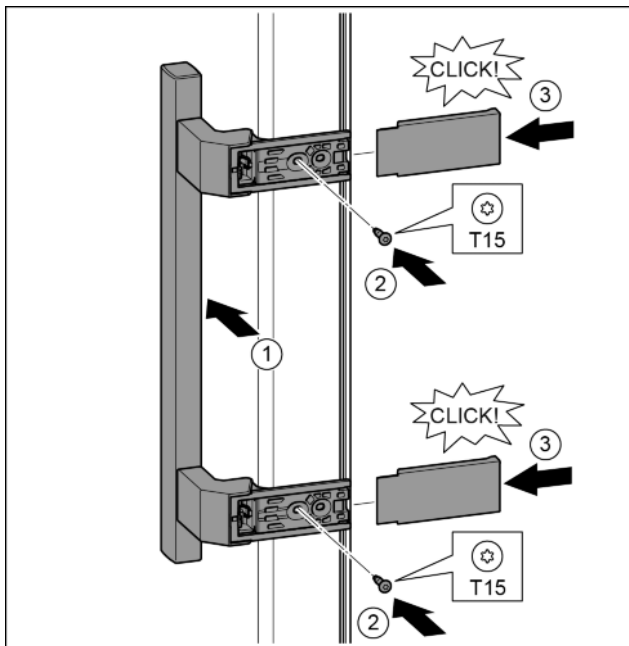

Fig. 22
- ▶ A fogantyút az ellenkező oldalon helyezze fel. Fig. 22 (1)
- ▶ Húzza meg a csavarokat a T15 csavarhúzóval. Fig. 22 (2)
- ▶ A fedeleket helyezze fel oldalra és tolja fel. Fig. 22 (3)